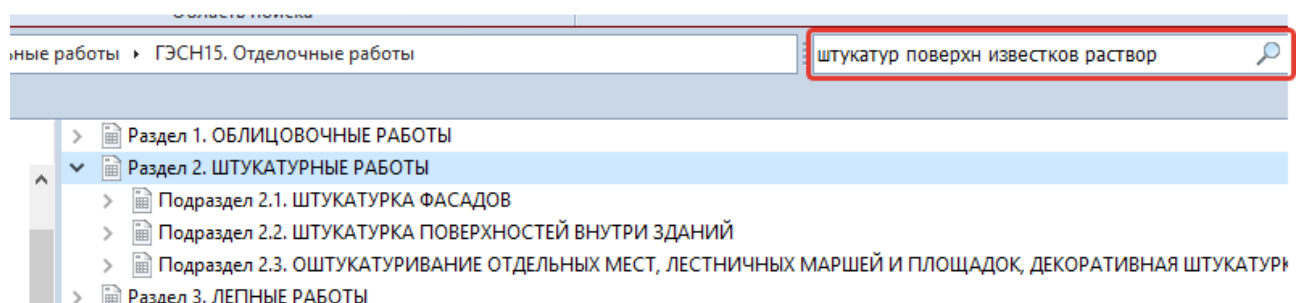

Рисунок 3.3. Поиск сметной нормы
- В строку **Поиск** в правом верхнем углу экрана введите ключевые характеристики нужной нормы, **при этом достаточно ввести через пробел только корневые части слов**, причем их порядок и регистр не имеют значения. Например, *штукатурка поверхностей известковым раствором* запишется так: **штукатур поверхн известков раствор** (рис. 3.3).